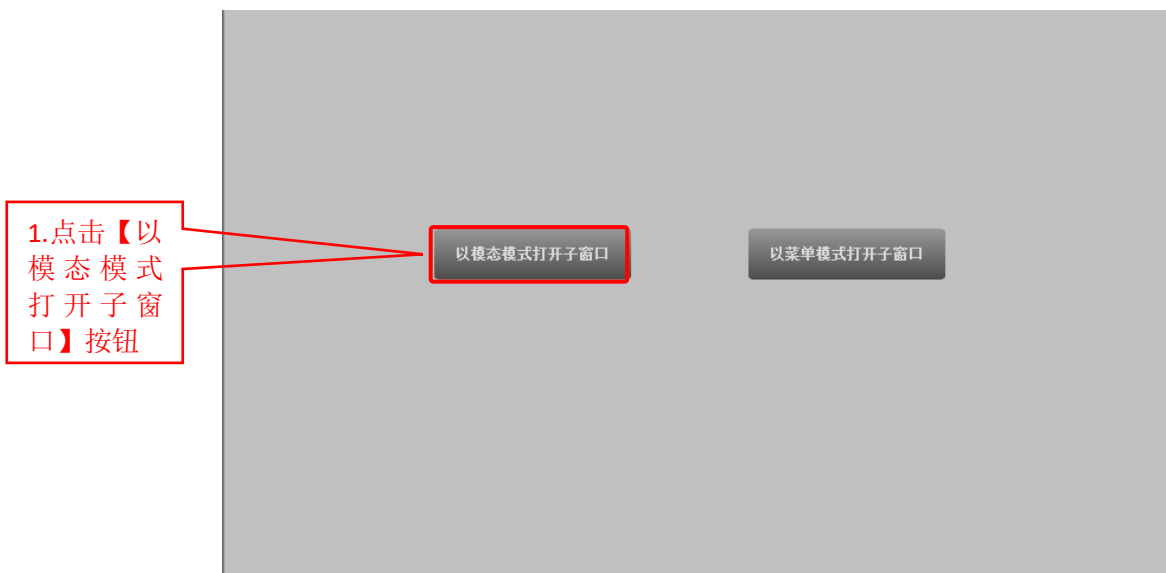

图 11.2-12 启动画面
④ 组态完成后保存工程，然后下载工程，下载成功后点击启动运行。启动时画面如图 11.2-12 所示：